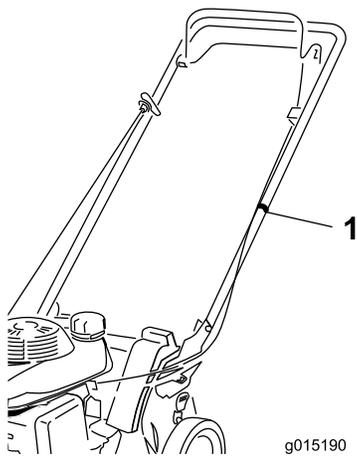

Figura 8
6. Sujete el cable al manillar (Figura 8) usando el sujetacables de la bolsa de piezas sueltas.